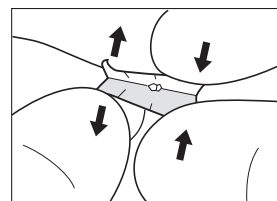

図4
6. 山折りが深くなり過ぎた前方(腕部)を広げ、同時に浅くなり過ぎた後方を軽く狭める。(図4)